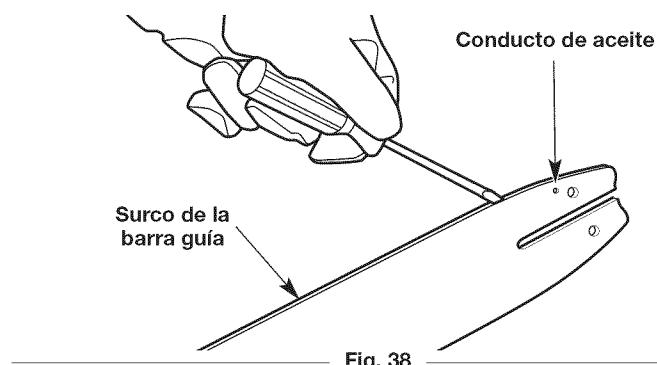
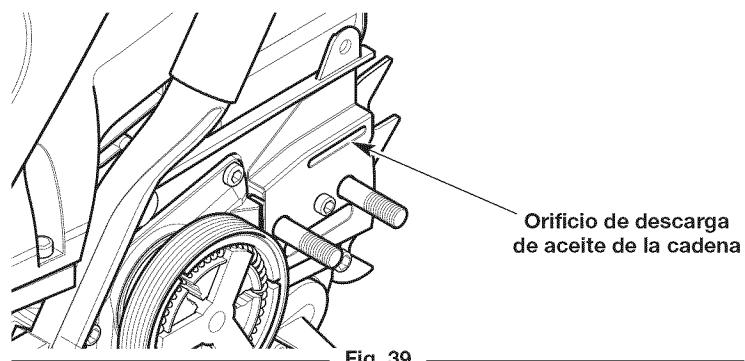

Fig. 38
Fig. 39
2. Limpie la canaleta de la barra de guía y los pasos de aceite siempre que se extraiga la cadena, cuando la unidad se ha usado mucho o cuando la cadena de la sierra parece estar sucia. Use un destornillador, una espátula, un cepillo de alambre o similar para retirar los residuos de la canaleta de la barra de guía (Fig. 38). Utilice un alambre liso y pequeño para eliminar cualquier desecho del orificio de descarga de aceite de la cadena (Fig. 39).